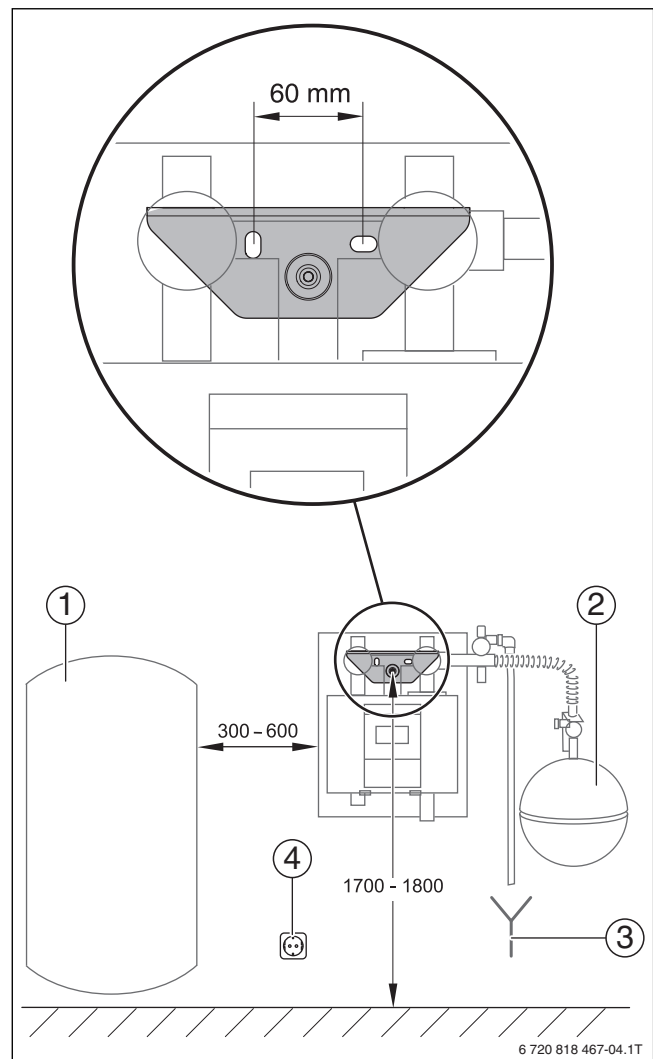

Bild 9 Empfohlene Aufstellung (Maße in mm)
- Komplettstation in unmittelbarer Nähe des Speichers (→ Bild 9, [1], Seite 10) montieren, um den Anschluss des vormontierten Speichertemperaturfühlers zu vereinfachen.
Zur Stromversorgung ist neben der Komplettstation eine Steckdose (→ Bild 9, [4], Seite 10) erforderlich. Diese darf nicht über den Heizungsnotschalter abschaltbar sein.
- Positionen der Bohrlöcher für die Komplettstation in einer Höhe von ~ 1700...1800 mm (→ Bild 9, Seite 9) anzeichnen.